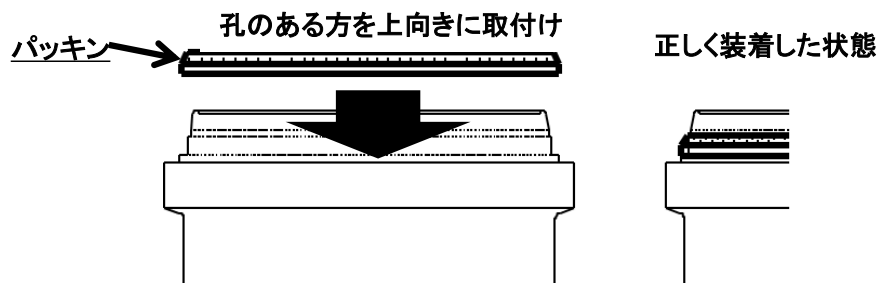

図7. パッキン装着方向と取付位置
- ・正しい位置に『パッキン』を取付け、上部ハウジングを取付けてください。(図7)